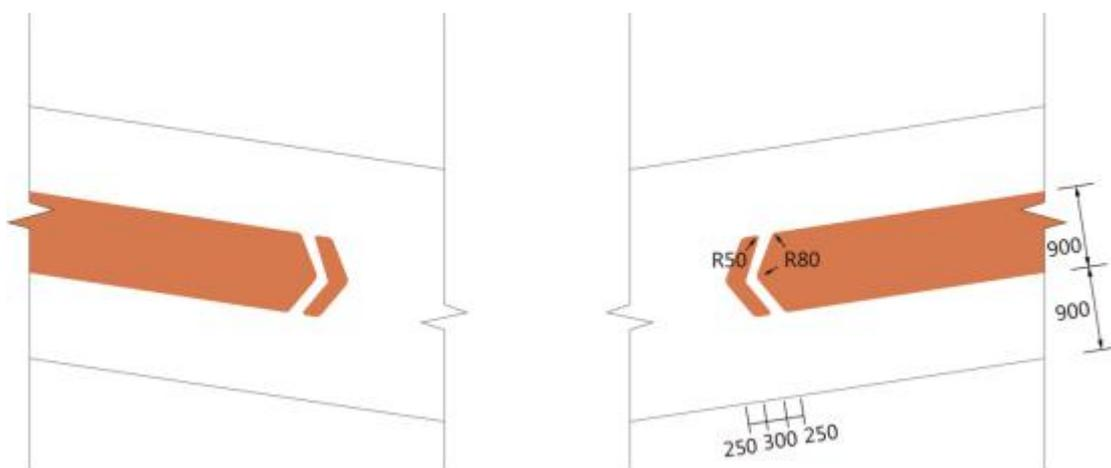
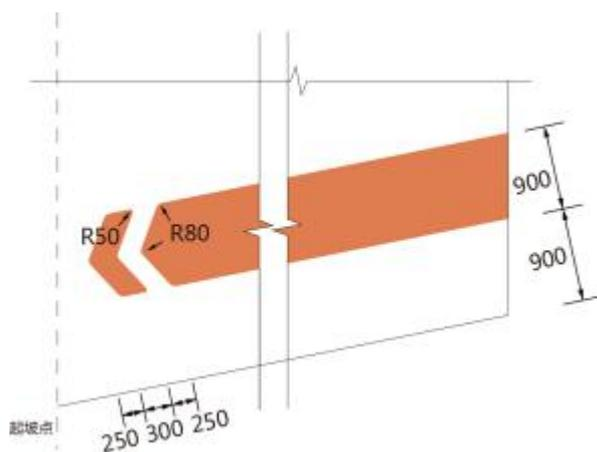

图 3-7 机动车坡道出入口两侧墙体标识样式及尺寸示例
图 3-8 非机动车坡道一侧侧墙标识样式及尺寸示例
3.8 坡道出入口墙体标识。该标识是带箭头的条形指示标识，用于提示从坡道口进入人防区的方向。标识样式及尺寸示例见图 3-7、图 3-8。